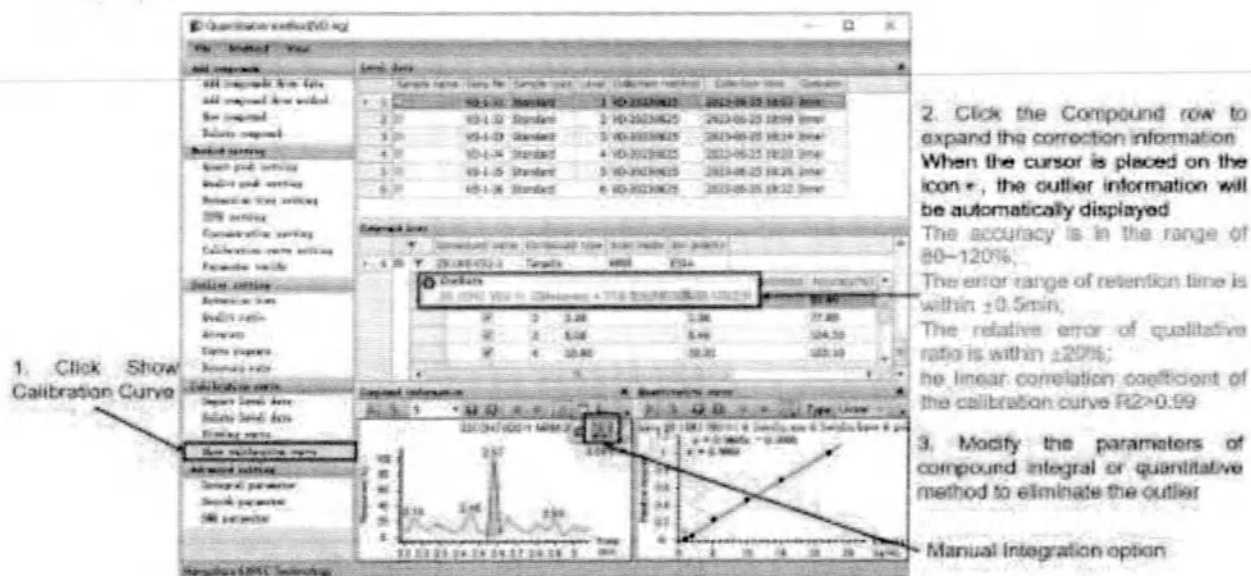

Рисунок 5.71. Интерфейс настройки кривой аппроксимации (метод внешнего стандарта, калибровочная кривая).
- 15) Нажмите на опцию Show calibration curve («Показать калибровочную кривую») – справа отобразится список соединений, информация о соединении и окно калибровочной кривой. Щелчок по строке соединения расширит информацию о калибровке для данного соединения, показывая расчетную концентрацию, точность, качественное соотношение и относительный отклик для каждого уровня концентрации соединения. Поместите курсор на значок  – автоматически отобразится информация для этого соединения (рисунок 5.71.).